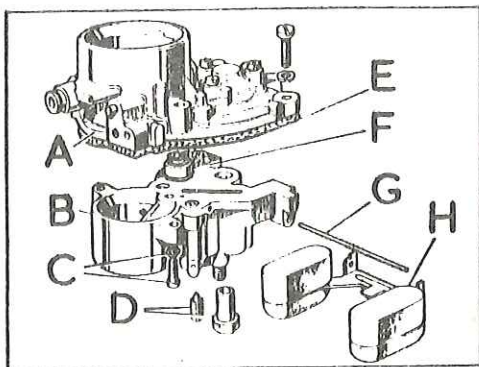

Fig. L2-6 Posición de la tapa respecto al bloque de emulsión
- 3.9. Colocar en su sitio la junta, E (Fig. L2-6).